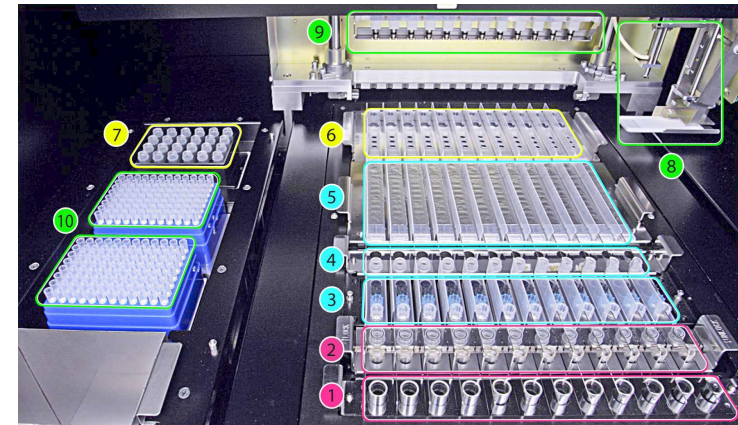

Abbildung1: Der Ladebereich von „**ELiTe InGenius**“
Eine Übersicht des Geräts „**ELiTe InGenius**“ ist auf der Abbildung 1 zu sehen.
Abbildung 1 zeigt: Position des Primärröhrchenracks (1), Position des Extraction Tube (Extraktionsröhrchen)- und Verschlussracks (2), Position des Tip Rack (Spitzenständer) (3), Position des Elutionsröhrchenracks (Elution Tube (Elutionsröhr)) (4), Position des Extraktionskartuschenracks (5) und Position des PCR-Kartuschenracks (6), Position des PCR- und Internal-Control-Reagenzienblocks (Bestandmanager) (7), Proben- und Reagenziodosierung (8, 9), Positionen von Abfallbox (links unten) und Spitzen (10).
- Die Schaltfläche „Next“ (Weiter) drücken, um zu bestätigen, dass für die Anzahl der ausgewählten Tests je nach Anzeige auf dem Bildschirm ausreichend Reagenzien in Position 7 des Bestandsmanagers geladen wurden (siehe Seite 10, Abbildung 1).
- Ausreichend Tip Racks (Spitzenständer) in Position 10 stellen (siehe Seite 10, Abbildung 1).
- Die angegebenen PCR-Kassetten in Position 6 stellen (siehe Seite 10, Abbildung 1).
- Die angegebenen Kassette(n) mit den Extraktionskartuschen in Position 5 stellen (siehe Seite 10, Abbildung 1).
- Die Elution Tubes (Elutionsröhr.) in das Elutionsröhrchenrack einsetzen, wie für Position 4 (Seite 10, Abbildung 1) angegeben.
- Die angegebene Anzahl von Spitzenpaketen in Position 3 stellen (Seite 10, Abbildung 1).
- Die angegebenen Extraction Tubes (Extraktionsröhrchen) in Position 2 stellen (siehe Seite 10, Abbildung 1).